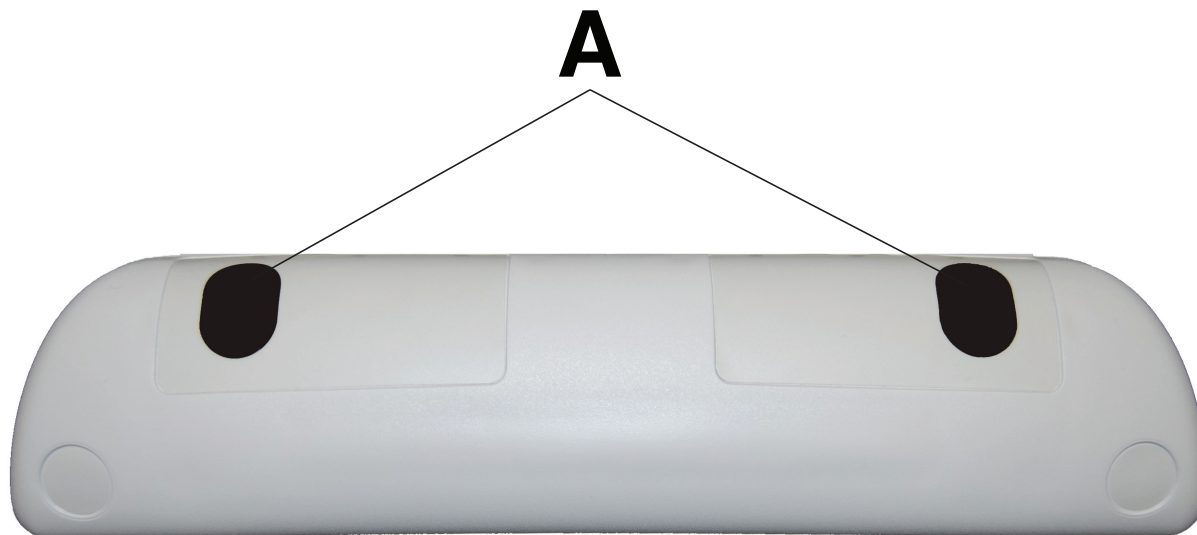

Figure 67 – iBed Locator
L'objectif IR (infrarouge) (A) assure la communication infrarouge avec le module IR iBed (Figure 67).